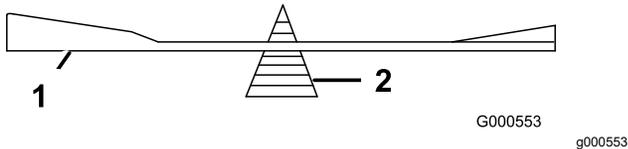

Bild 18
2. Prüfen Sie die Auswuchtung des Schnittmessers auf einer Ausgleichsmaschine (**Bild 18**).